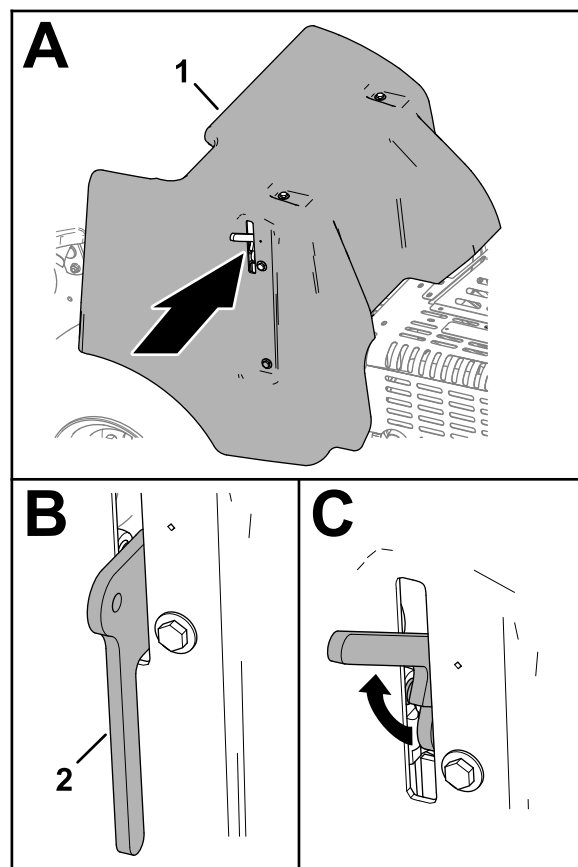

Figura 131
2. Levante a pega do trinco (Figura 131).